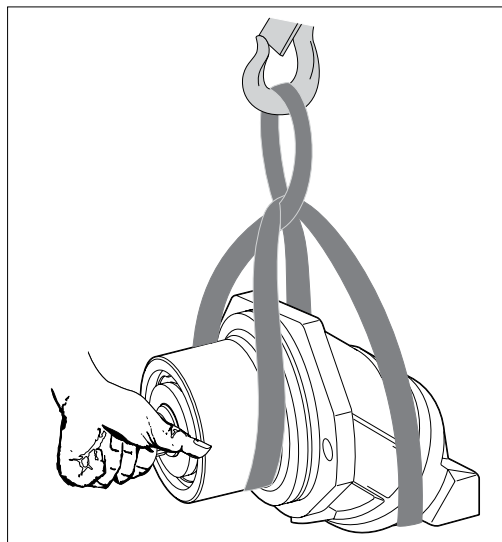

Fig. 5 : Transport avec élingue
- ▶ Placez l'élingue autour de l'unité à pistons axiaux de façon à ce qu'elle ne passe pas sur les pièces rapportées (p. ex. valves), et de façon à ce qu'elle ne soit pas supportée par les pièces rapportées (voir fig. 5).